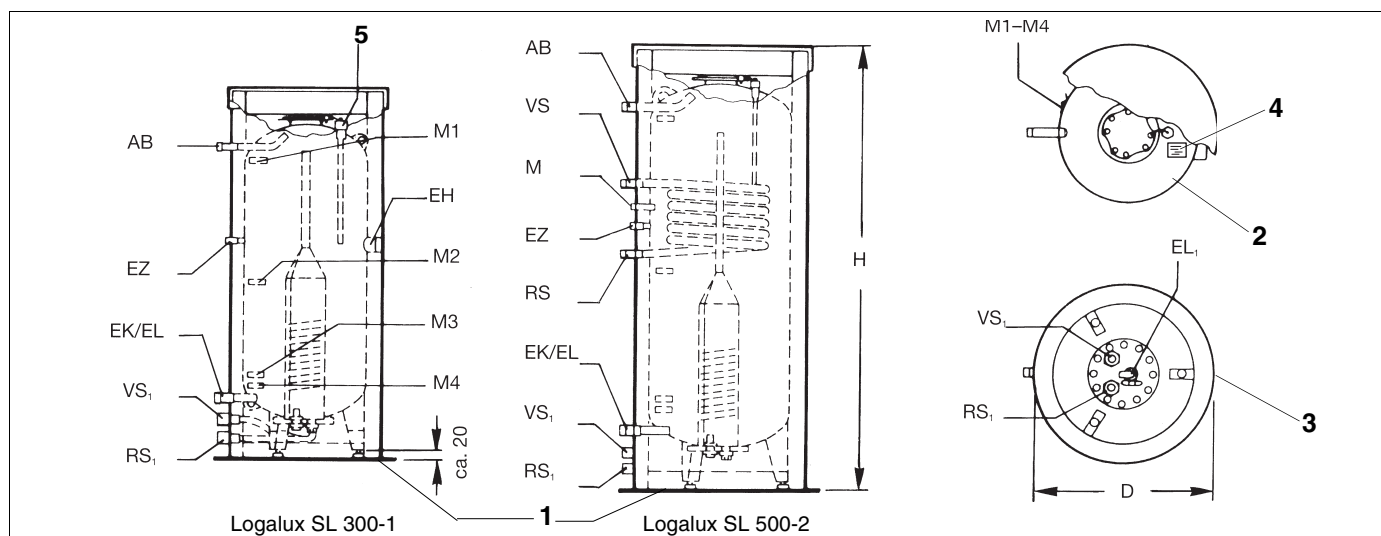
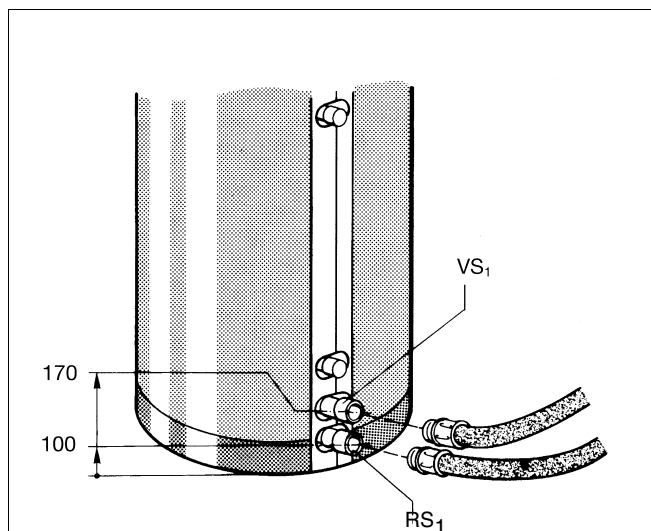

Fig. 1 Vue de face, du dessus et du dessous
Fig. 7 Raccordements
Les préparateurs Logalux SL 300-2 - 500-2 diffèrent du préparateur Logalux 300-1 par un serpentin échangeur thermique supplémentaire (fig. 1).
Légende fig. 1:
- Le raccordement VS1 (départ préparateur solaire) est rouge, le raccordement RS1 (retour préparateur solaire) est bleu (fig. 1) et (fig. 7).
Légende fig. 7: